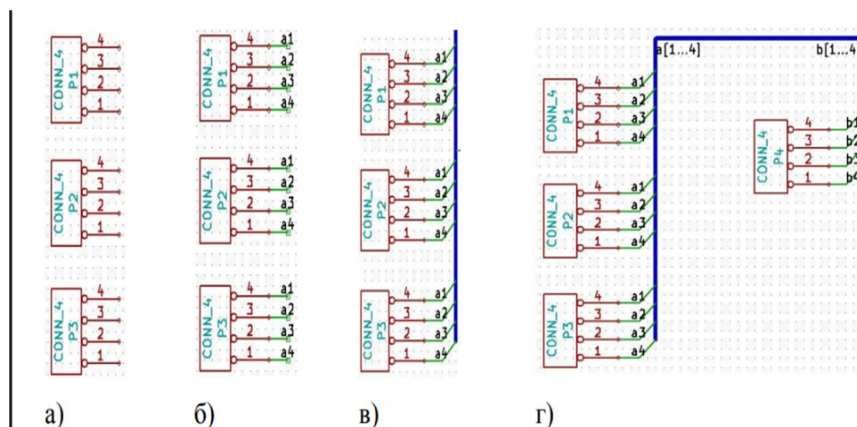

Рисунок 9 – З'єднання за допомогою шини
4. Тут буде показано, що короткий провід, з'єднаний з висновками (рис. 9, б) абсолютно не обов'язковий. Фактично, мітки можна було нанести прямо на висновки.
6. Підключіть і виділіть P4, використовуючи метод нанесення міток, описаний вище. Позначте висновки b1, b2, b3 і b4. Підключіть висновки: Розмістити введення провідника в шину, використовуючи іконку і Розмістити шину, використовуючи іконку, см. рисунок 9, г).
10. При з'єднанні двох шин разом, висновок a1 буде автоматично з'єднаний з висновком b1, a2 буде з'єднаний з b2 і т . д., рис. 9 г) показує, як виглядає кінцевий результат. ПРИМІТКА: Операція Повторити останню дію, викликана натисканням клавіші Insert, може бути вельми успішно застосовується при періодично повторюваних діях. Наприклад, короткі дроти, з'єднані з усіма висновками на рисунку 9 б), в) і г), можуть бути розміщені з використанням цієї операції. Вивчіть, як користуватися цією опцією, тому що вона зробить використання KiCad легше.